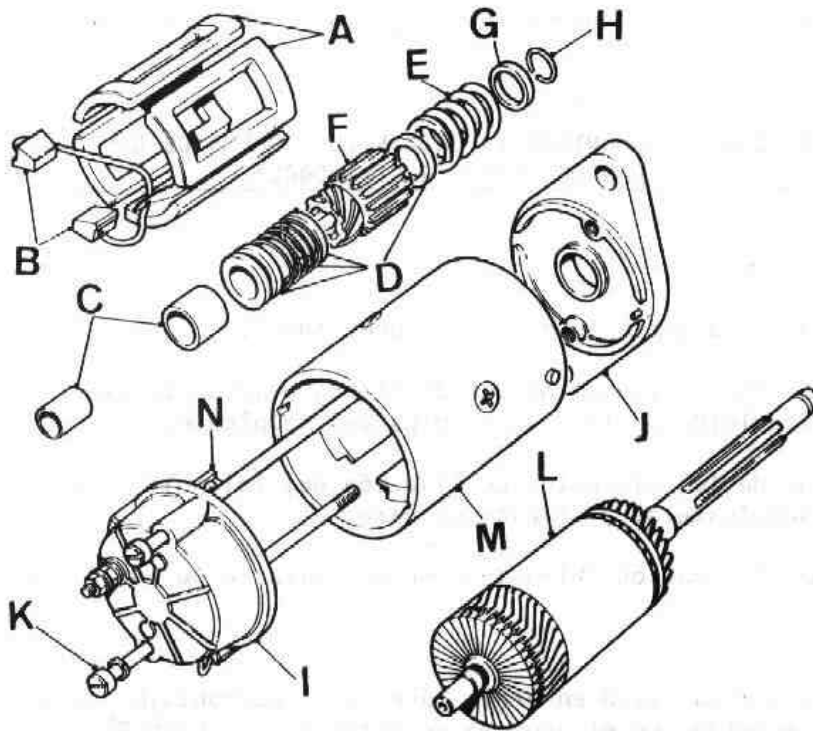

Fig. N2-18 Motor de arranque Lucas
- 1.1. Desmontar los dos tornillos pasantes, K (Fig. N2-18).